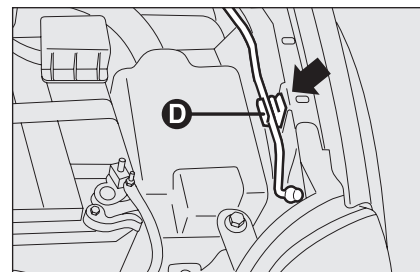
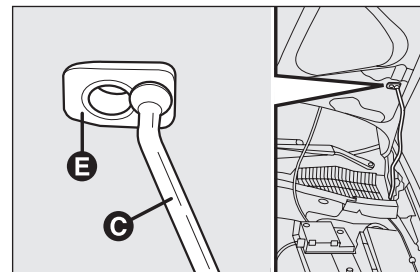

Abb. 91
Abb. 92
- ☐ die Motorhaube anheben und gleichzeitig die Stützstange **D-Abb. 91** aus ihrer Einrasthalterung lösen, anschließend das Ende **C-Abb. 92** der Stange in die Aufnahme **E** an der Motorhaube einsetzen.
- ☐ Halten Sie die Motorhaube mit einer Hand nach oben und entfernen Sie mit der anderen den Haltestab **C-Abb. 92** aus der Halterung **E** und fügen Sie ihn in seine Sperrvorrichtung **D-Abb. 91** ein;